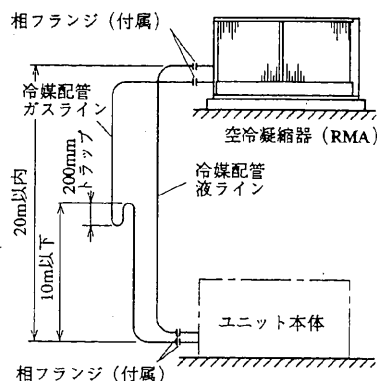

図8 配管要領
- (ロ) ヘッドが高すぎると配管中に冷凍機油がたまる恐れがあります。ヘッドは20m以内に抑えてください。また、図8を参考にヘッド10m以下に1カ所トラップを設けてください。